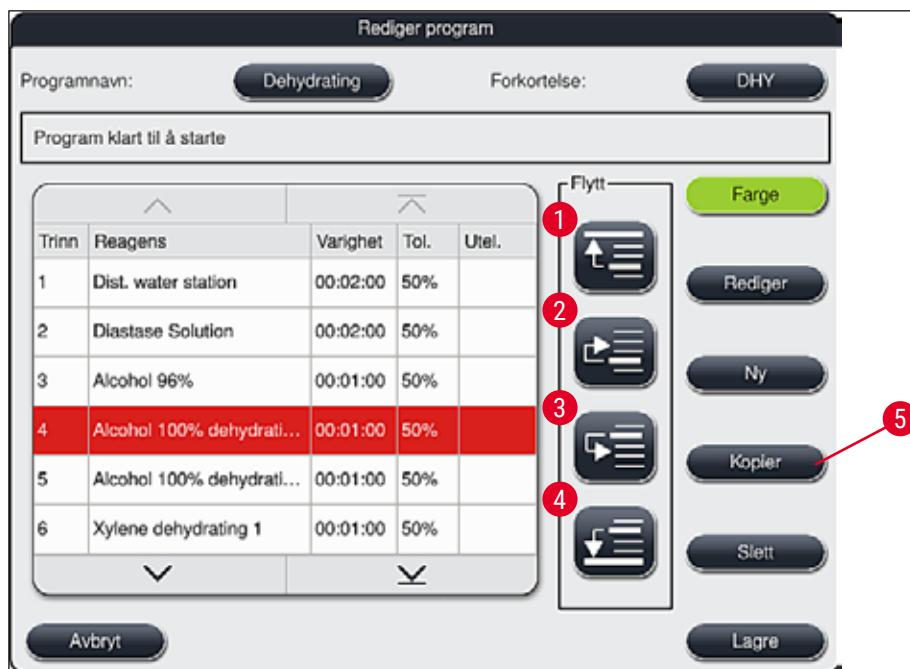

Fig. 48
- Dette åpner vinduet **Rediger program** (→ "Fig. 48").
- Trykk på **Lagre**-knappen (→ "Fig. 48") for å lagre endringene. Trykk på **Avbryt**-knappen for å forkaste endringene.